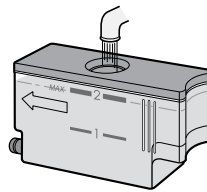

Figure 2
3. 每次烹调前，须向水槽中加入室内温度的水至标记2（最大标记）。（图2）切勿使水高于标记2（最大标记）。